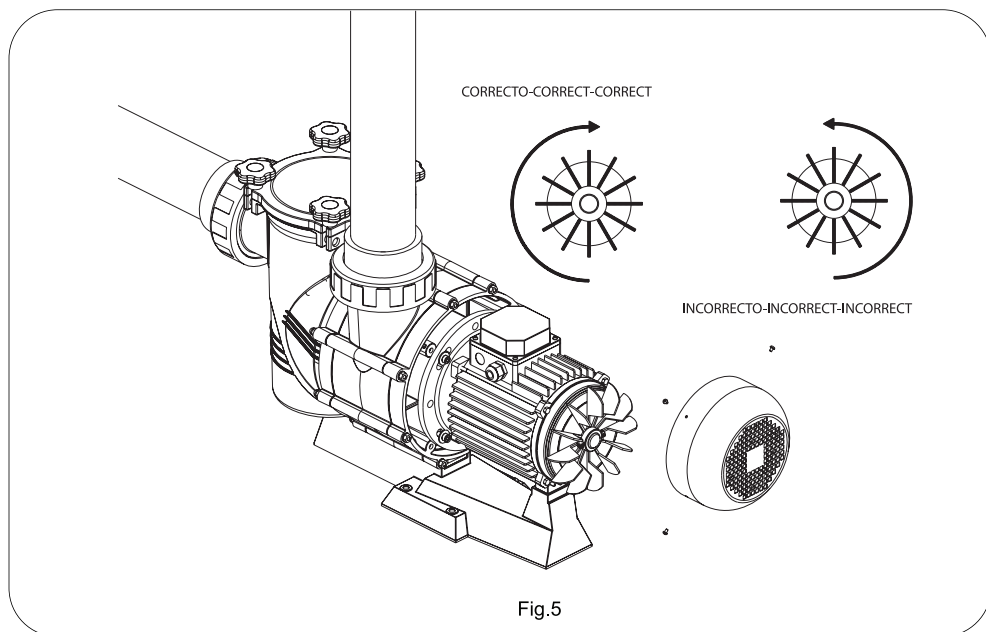

Fig.5
- Comprobar que el sentido de rotación del motor sea el correcto, mediante el ventilador situado en la parte trasera del motor. (Fig.5)